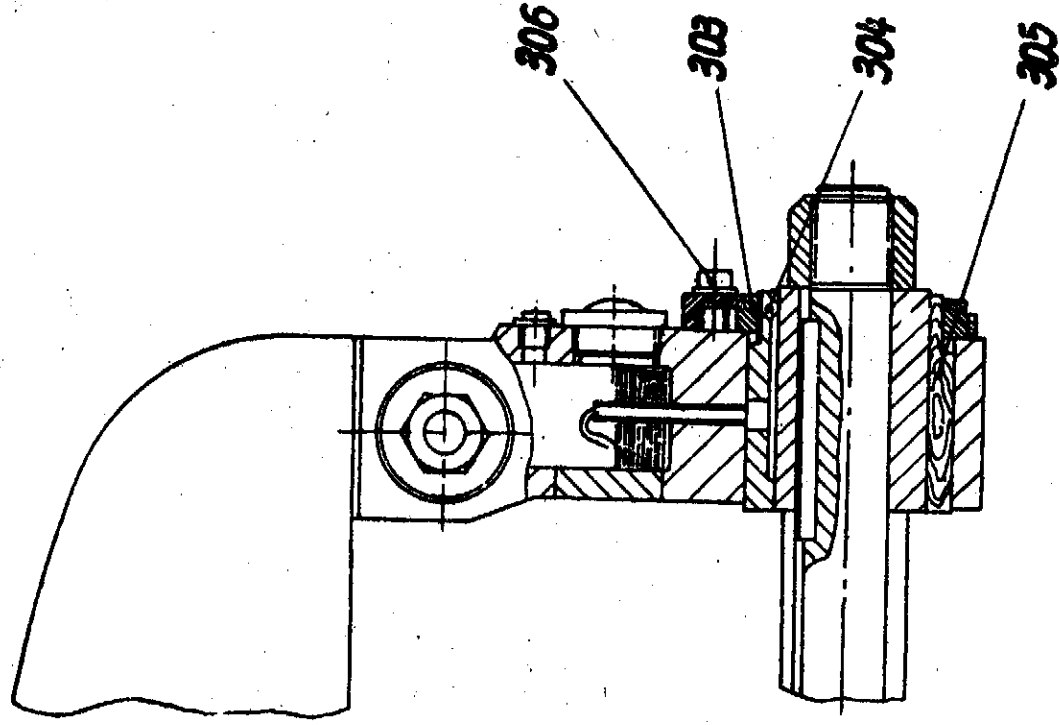

Abb. 27
**Nachstellvorschrift für Gegenlager-Laufbuche (Abb. 27)**